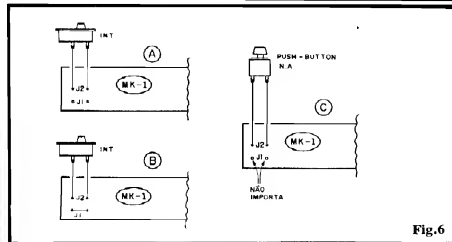

Fig. 6
- FIG. 6 - VARIÁÇÕES NOS CONTROLES (MK1) - Independente da ação da chave geral de alimentação, o uso dos pontos de controle representados por "J1" e "J2" permitem algumas interessantes variações, plenamente utilizáveis pelo Hobbyista em função da aplicação final desejada para o circuitinho... Com a disposição sugerida em 6-A, ao ser ligado o interruptor extra, a melodia programada será executada apenas uma vez, do início ao fim, emudecendo ao final, mesmo que o tal
Qualquer das funções de chaveamento mostradas na fig. 6 (e mesmo a mera interrupção geral da alimentação, conforme fig. 4) pode